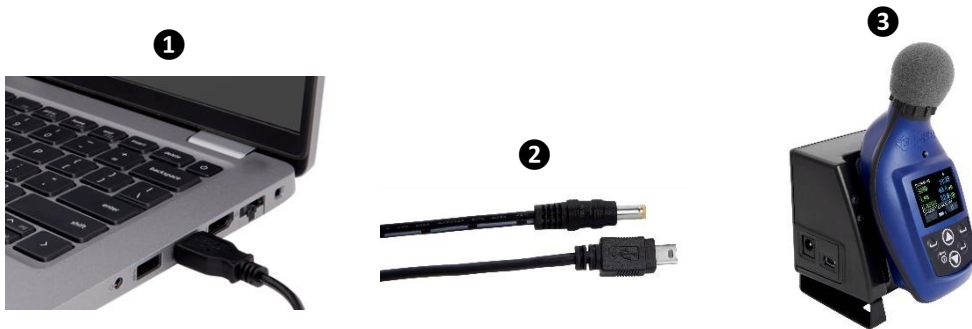

Figure 3-4: Communication : connexion d'un Edge à un PC
2. Branchez le câble USB à l'ordinateur (voir **1** dans Figure 3-4).